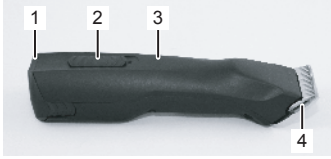

Abb. 1
3. Stellen Sie die Haarschneide-Maschine mit eingelegtem Akku in die Ladestation, sodass der obere Teil der Haarschneide-Maschine auf Sie ausgerichtet ist und die Kontakte des Gerätes auf den Kontakten der Ladestation liegen. Der obere Gerätebereich ist der Teil mit dem Schalter (Abb. 1).